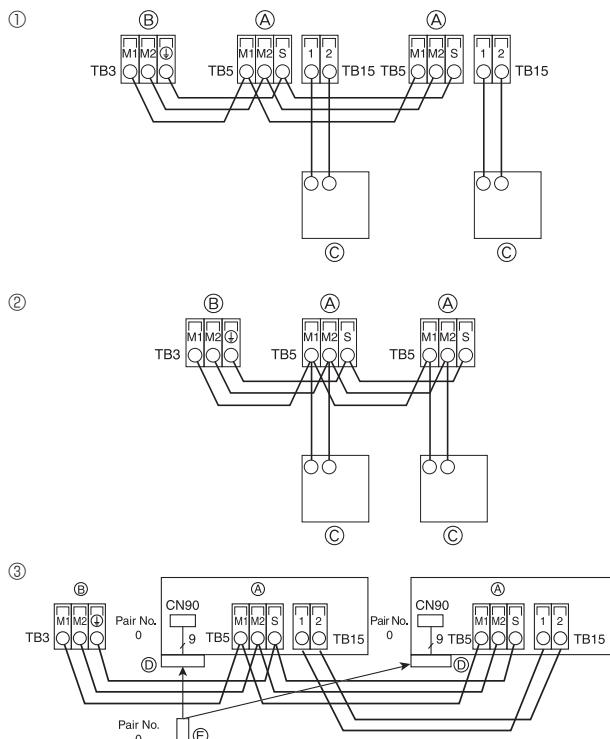

Fig. 4-5
4.4. Подсоединение пульта дистанционного управления, кабелей передачи внутри и снаружи (Fig. 4-5)
- ① Пульт дистанционного управления "МА"
- ② Пульт дистанционного управления "M-NET"
- ③ Беспроводной пульт дистанционного управления (в случае установки приемника беспроводных сигналов)